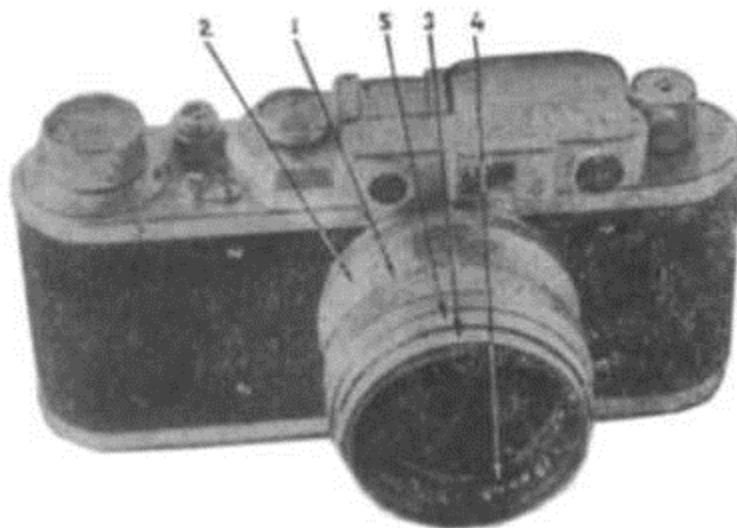

Рис. 21.
В этом случае, поворачивая за накатку шкалу (1) рис. 21 против часовой стрелки, наблюдайте глазом за изображением предмета в центральном (красноватом) поле дальномера рис. 18.